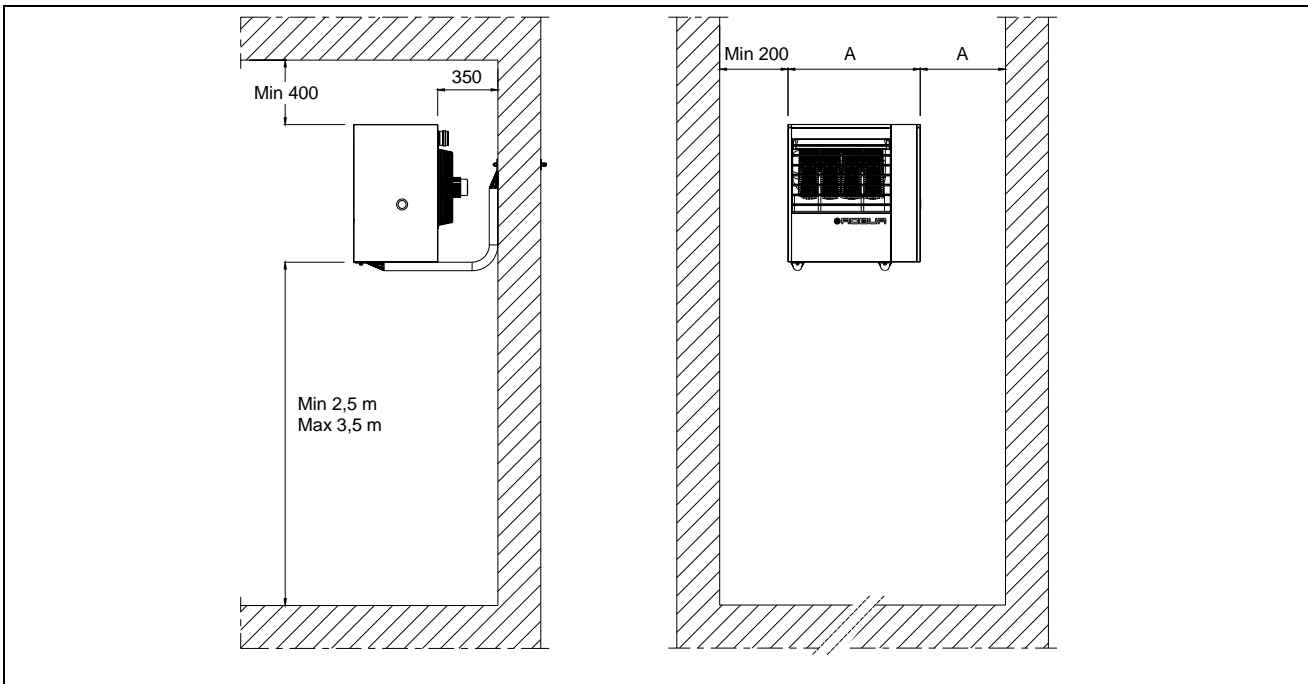

Figura 4 – DISTANZE DI RISPETTO
- B) La distanza minima dalla parete dietro l'apparecchio deve essere tale da consentire la sufficiente ripresa d'aria. La distanza minima dalle pareti laterali per tale fine è riportata in Figura 4.
- C) L'altezza ottimale consigliata da terra alla base del generatore è 2,5 - 3,5 m (vedi Figura 4). Si sconsiglia di installare i generatori ad altezze inferiori a 2,5 m da terra.